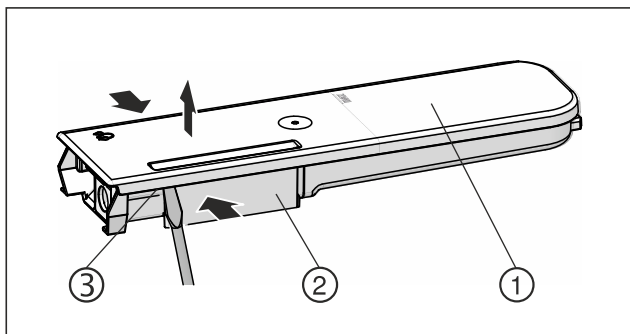

Fig. 128
- Ścisnąć zbiornik wody Fig. 128 (2), a pokrywę Fig. 128 (1) podnieść ostrożnie nad uchwyty zatrzaśkowe Fig. 128 (3) i pociągnąć w górę.
- Pokrywę przestawić delikatnie w przód i w tył Fig. 128 (1) i pociągnąć w górę.